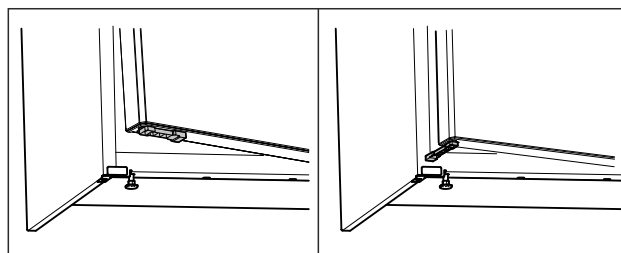

Fig. 68 *
- ▶ Otočte omezovač otevření dvířek o 90°. (viz Fig. 68) *